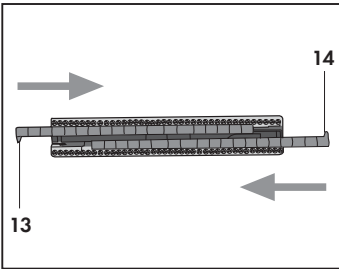

Abb. 16
(Abb. 16)
Um die steifen Leisten (12) für Teppichböden und Teppiche auf den Borsteneinsatz zu montieren, diese mit nach innen gerichteten Lämpchen (13 und 14) in die dazu bestimmten Führungen schieben (**Abb. 16**).